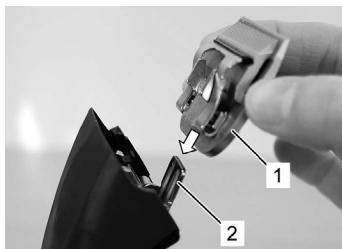

Fig. 15
6. Inserte el cabezal esquiladora deseado en la charnela de peine y levantelo por presión ligera hacia la esquiladora en marcha (fig. 15, 16, 17).